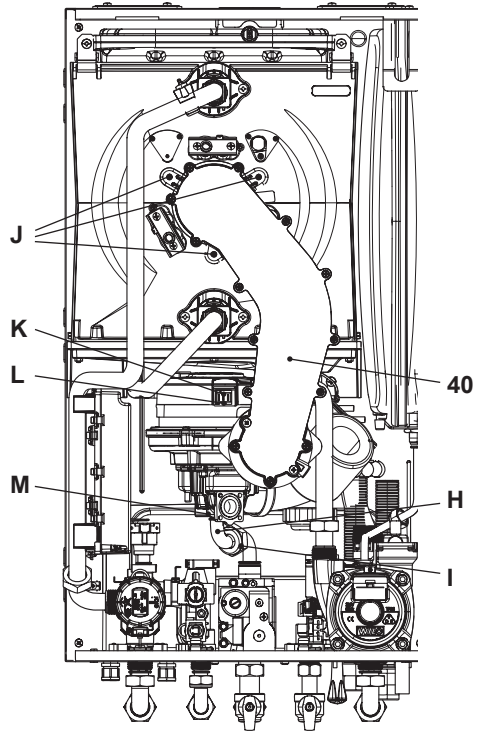

Figura 9.11
Rimozione del gruppo bruciatore ventilatore 40 in Figura 9.11.
- Inserire un cacciavite piano nella rientranza L del connettore K e fare leva verso il basso, contemporaneamente scollegare il connettore K tirandolo frontalmente (Figura 9.11).
- Svitare le viti J e rimuovere il gruppo bruciatore ventilatore 40 (Figura 9.11).